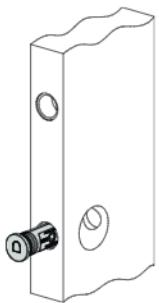

Fig. 1
2. Inserire la serratura nella sede, presando attenzione ad orientarla in asse con la porta (Fig.1).
Enter the lock in the seat, taking care to orient aligned with the door (Fig.1).